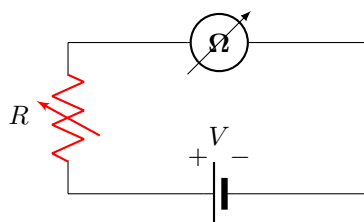

Figura 2: Circuito CC Resistivo Variável Básico. *Fonte: Autor.*
1. Monte o circuito de acordo com a figura 2;